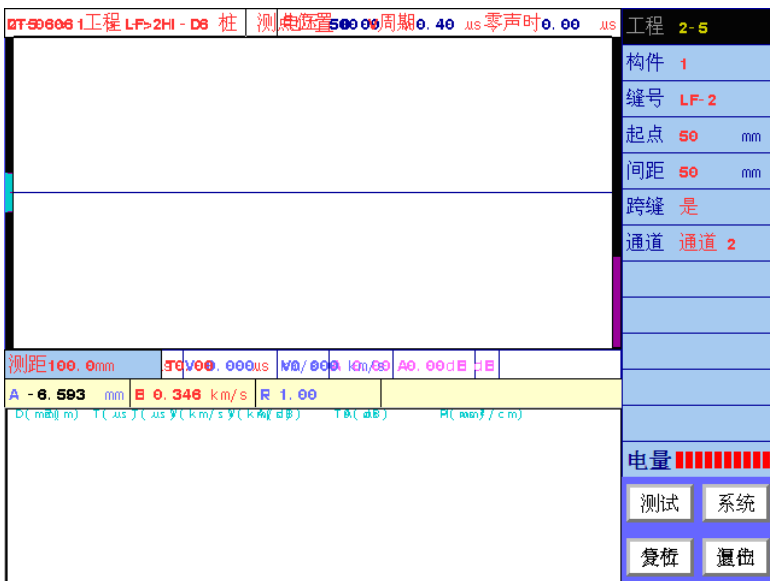
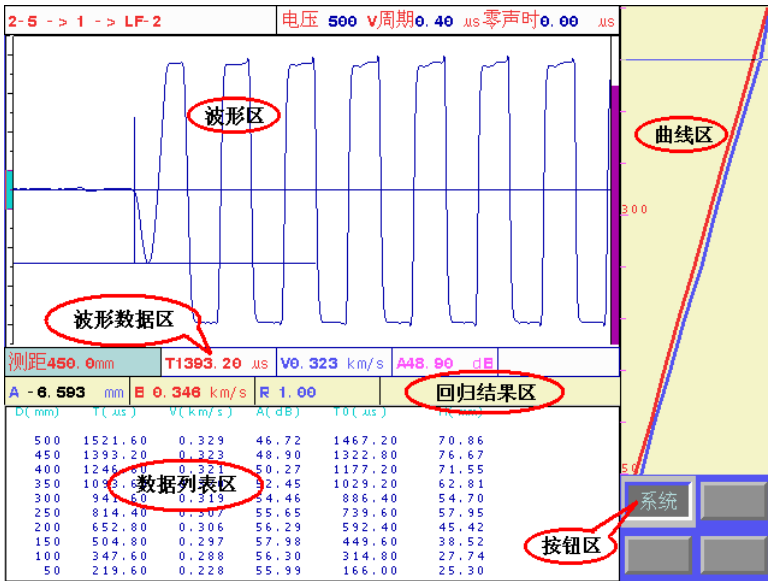

图 7.1 参数设置界面
图 7.3 测试界面
在仪器起动后的功能选择界面上，按【▲、▼】键或旋转旋钮将光标移至**超声法裂缝深度检测**功能钮上，按下【←】键或旋钮，则进入如图 7.1 所示的参数设置界面。
在图 7.1 所示的参数设置界面的右部的参数区，用户可以设置工程名称、构件名称、缝名称、起点、间距、跨缝标志，如果是 U520 超声仪，还可以选择测试通道。
在图 7.1 所示的界面中按【▲、▼】键或旋转旋钮使光标停留在工程上，按下【←】键或旋钮，进入文件管理界面，如图 7.2 所示，有关文件管理界面的操作方法将在第 7.6 节中说明。此时选项光条自动位于工程操作选项上，您可以
完成以上 4 步后，您已经指定了当前要使用的工程、要测试的构件及裂缝。这时系统会自动返回图 7.1 所示工程参数设置界面。
如果图 7.1 中显示的工程名称已经是您想要的工程名称，那您就不需要做这项操作了。一般在一个工地测试第一个构件时需要输入工程名，在测试其他构件时只需选择该工程为当前工程。
如果图 7.1 中显示的构件名称已经是您想要的构件名称，那您就不需要做这项操作了。一般在测试完一个构件的所有缝后，再测试下一个构件时，需要新建构件；为某一个构件新增加裂缝时，需要选择该构件。
如果图 7.1 中显示的缝号已经是您想要的缝号，那您就不需要做这项操作了。如果您想为当前构件新测一条缝，您需要将光标移至**新建**上按下**Enter**键或旋钮，则会新建一条缝，缝号自动增加，不可修改。一般在测试完一条缝后，再测试下一条缝时，需要新建缝；对某一缝进行续测时，需要先选择该缝，并将其数据读入。
当您在图 7.1 所示的工程参数界面中设置完所有工程参数后就可以按【采样】键或测试按钮，进入图 7.3 所示的测试界面。测试界面分为：波形区、波形数据区、曲线区、数据列表区、回
- 1) 在工程参数设置界面按【**采样**】键或**测试**按钮，进入图 7.3 所示的测试界面并进行采样，此时仪器激励发射换能器发射超声脉冲(换能器有响声)，仪器自动调整接收信号，在波形区上显示调整好的波形，并自动刷新。